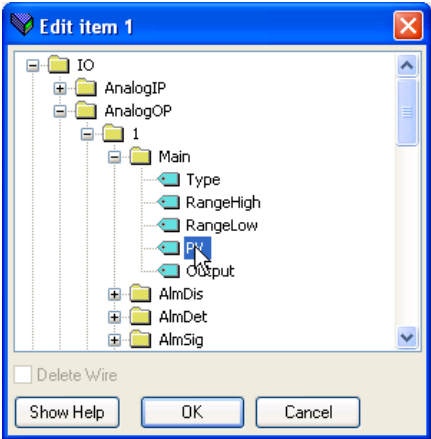

图 144 参数浏览窗口
4. 选中行（图中为第 1 行）将弹出参数浏览窗口（图 144），用户可选择参数。